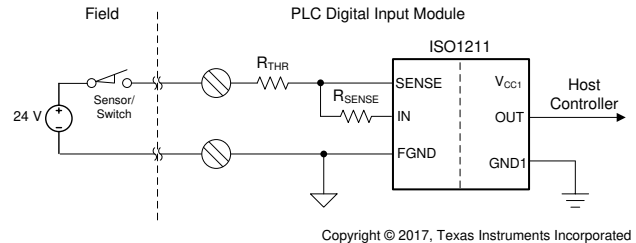

图 2. 带 ISO1211 的数字输入模块的某一通道
德州仪器 (TI) 的 ISO1211 和 ISO1212 器件为具有集成电流限制功能的隔离式数字输入接收器，符合 IEC 61131-2 1 类、2 类和 3 类特性标准。ISO1211 适用于通道之间隔离的需求，而 ISO1212 适用于多通道设计。图 2 显示了带 ISO1211 的数字输入模块中某一通道的实施方案。电阻 R_{SENSE} 用于控制限流限值，而 R_{THR} 用于控制电压转换阈值。R_{SENSE} 和 R_{THR} 的建议值以及多通道和其他情形的应用电路请参见 ISO121x 产品数据表。ISO121x 通过集成精确的电流限制功能、带磁滞的电压比较器、反极性保护和隔离功能，从而简化系统设计，并且无需场侧电源。对于 3 类特性，ISO121x 可将输入电流消耗限制到 2.5mA 以下，比传统方法低 5 倍。